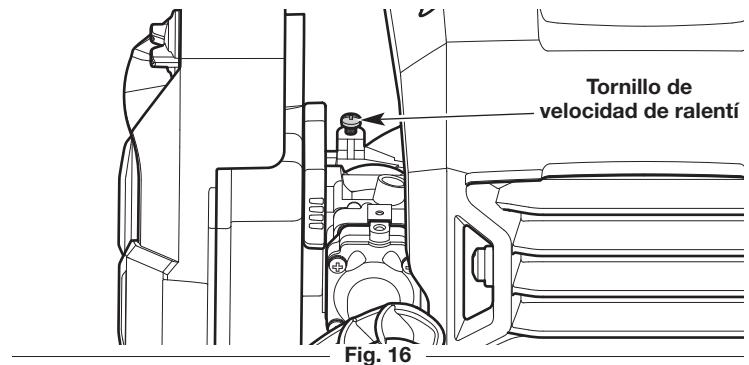

Fig. 16
- Si el motor se para, aumente la velocidad de ralentí. Use un destornillador Phillips pequeño para girar el tornillo de velocidad de ralentí en el sentido de las agujas del reloj, 1/8 de giro cada vez hasta que el motor funcione al ralentí de manera uniforme (Fig. 16).